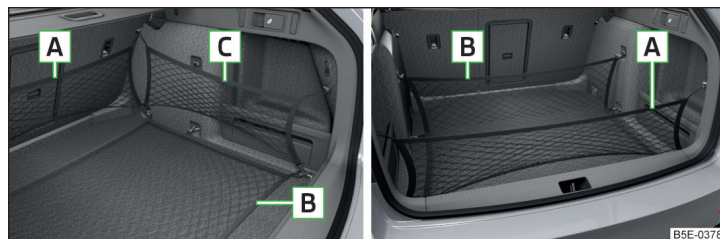

Fig. 111 Exemples de fixation de filets de fixation
**Exemples de fixation de filets de fixation** » fig. 111